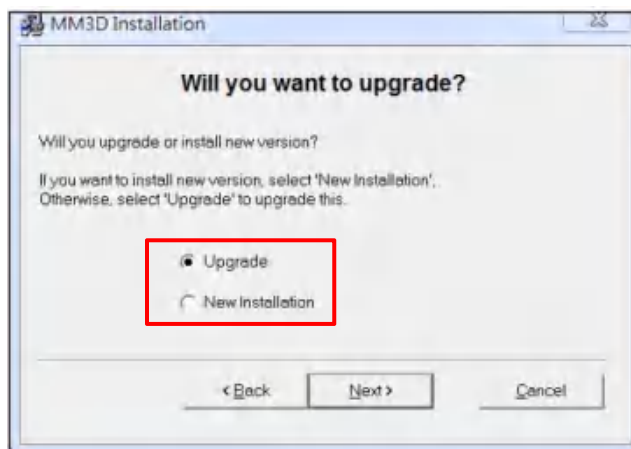

图 4
- (3) 选择欲将软件升级「Upgrade」或重新安装「New Installation」，见下图 4。